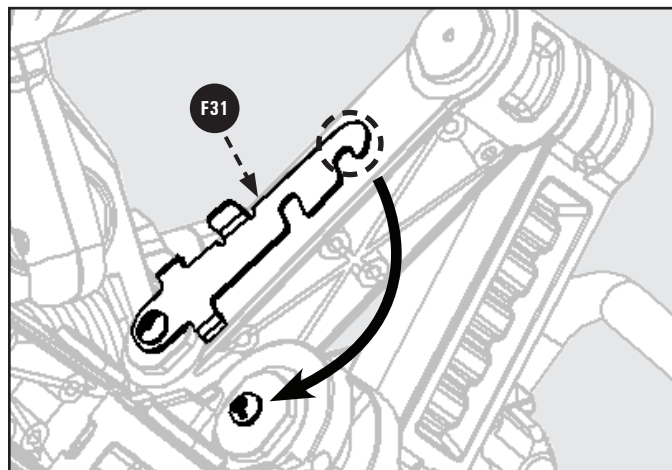

Figure 31
Voir les Figures 31 et 32.
1. Pour utiliser cette scie comme une scie à onglets conventionnelle non coulissante, faites glisser la tête de la scie vers la position complètement retirée et enclenchez le verrou de prévention de glissement **F31** l'encoche de la plinthe, voir la Figure 31.